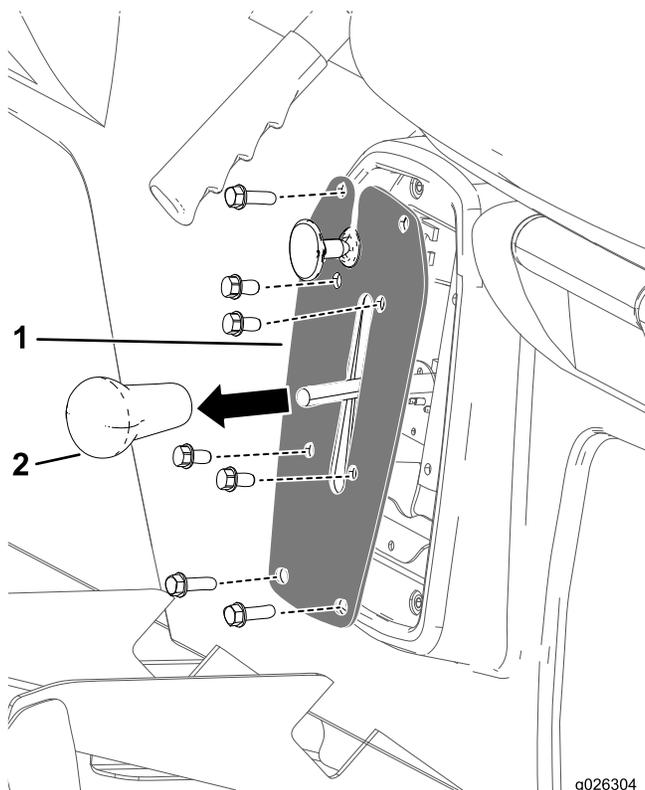

図 42
1. ギアシフトレバーからノブを外す 図 42。
2. シフタープレートをしフターブラケットに固定しているボルト4本を外す 図 42。
3. シフタープレートをシートベースに固定しているボルト4本を外してシフタープレートをを外す 図 42。
4. ギアシフトレバーにシフトノブを手締めで取り付ける 図 42。